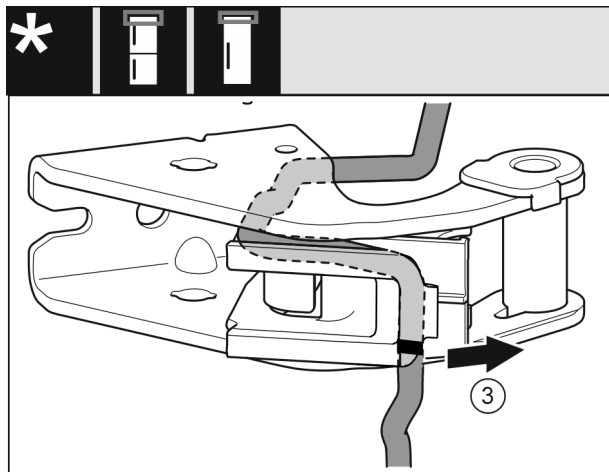

Fig. 27
- Демонтирайте кабела с кабелния държач от лагерната опора. Fig. 27 (3)